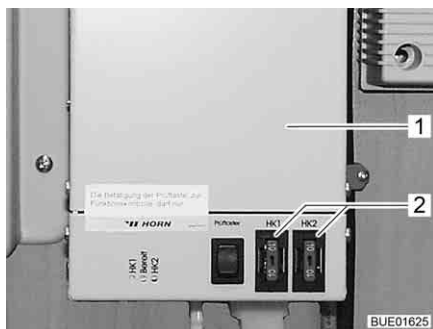

Fig. 150 Régulateur du chauffage des conduites des eaux usées
Les fusibles se trouvent sur le régulateur (Fig. 150,1).
- Changer le fusible (Fig. 150,2).